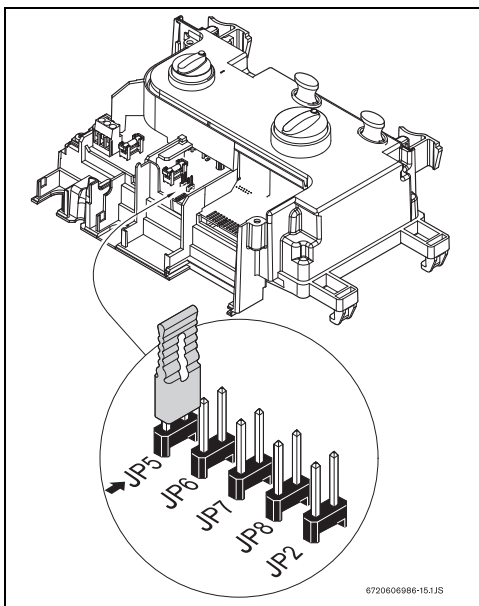

Fig. 18
- **Solo per WT17** - il ponticello JP5 è già inserito (vedere Fig. 18) per tutti i tipi di gas. Per il WT 17 la trasformazione del gas è già ultimata, registrarla quindi nella targhetta delle caratteristiche dell'apparecchio.